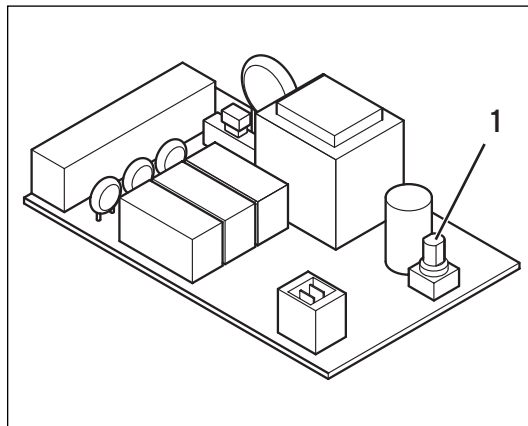

Fig. 4.3 Indstilling af busadresse
- Indstil de enkelte buskobleres adressekontakt (1) (se fig. 4.3) på deres busadresse.